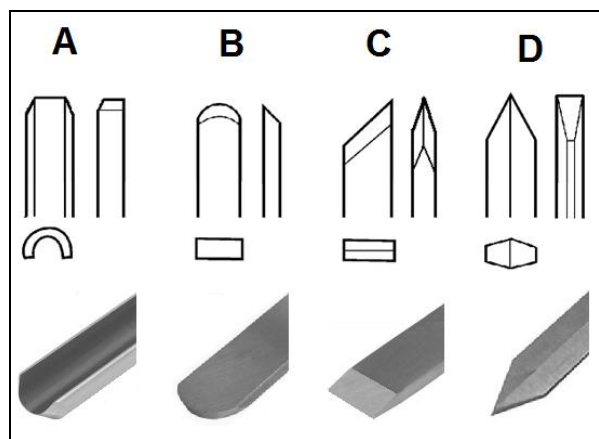
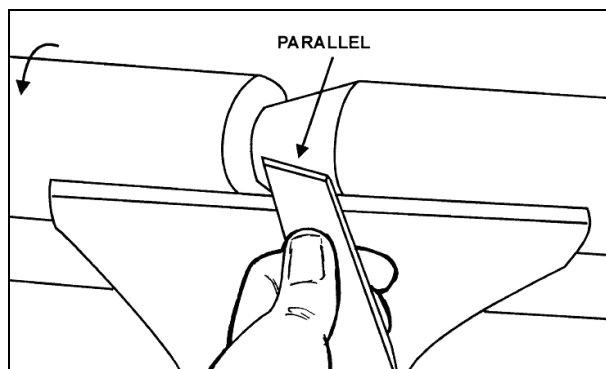

Рис. 16
Рис. 18
**Трубчатый резец (А, Рис. 16)**, используется для быстрого формирования цилиндрической детали из необработанной древесины, изготовления чаш, тарелок, подставок и других деталей (Рис. 17).
**Шабер (В, Рис. 16)**, применяется для наружного и внутреннего калибрования, а также для удаления следов обработки.
**Косой резец (С, Рис. 16)**, используется для проточки V-образных канавок, заплечиков и т.д. (Рис. 18). Режущая кромка инструмента устанавливается параллельно направлению реза.
**Отрезной резец (D, Рис. 16)** используется для прямого врезания в материал, для затыловки или отрезки. Также применяется как шабер и для получения нужного диаметра.